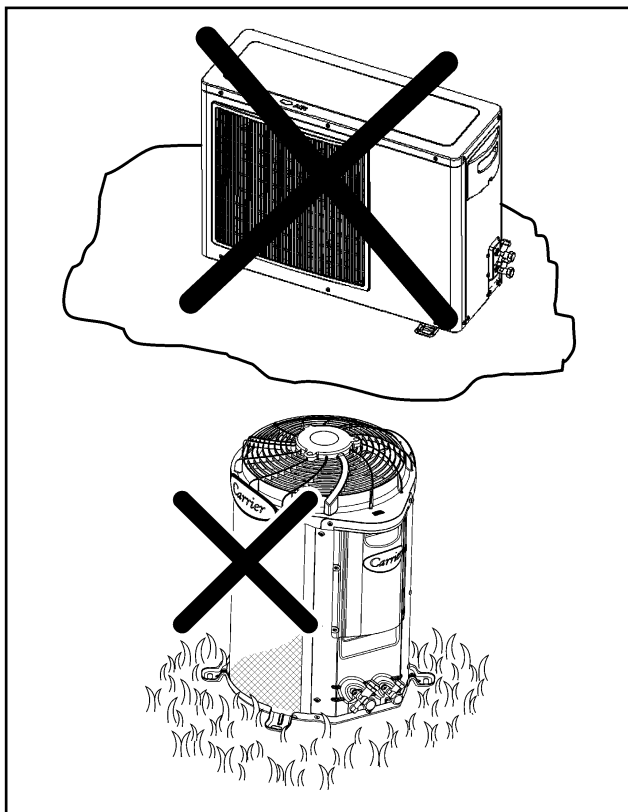

FIGURA 4 - DESNIVELAMENTO UNIDADES CONDENSADORAS
- * Recomenda-se **não** instalar a unidade diretamente sobre superfícies irregulares, tal como grama, pois acabará por prejudicar o nivelamento da unidade (figura 4).